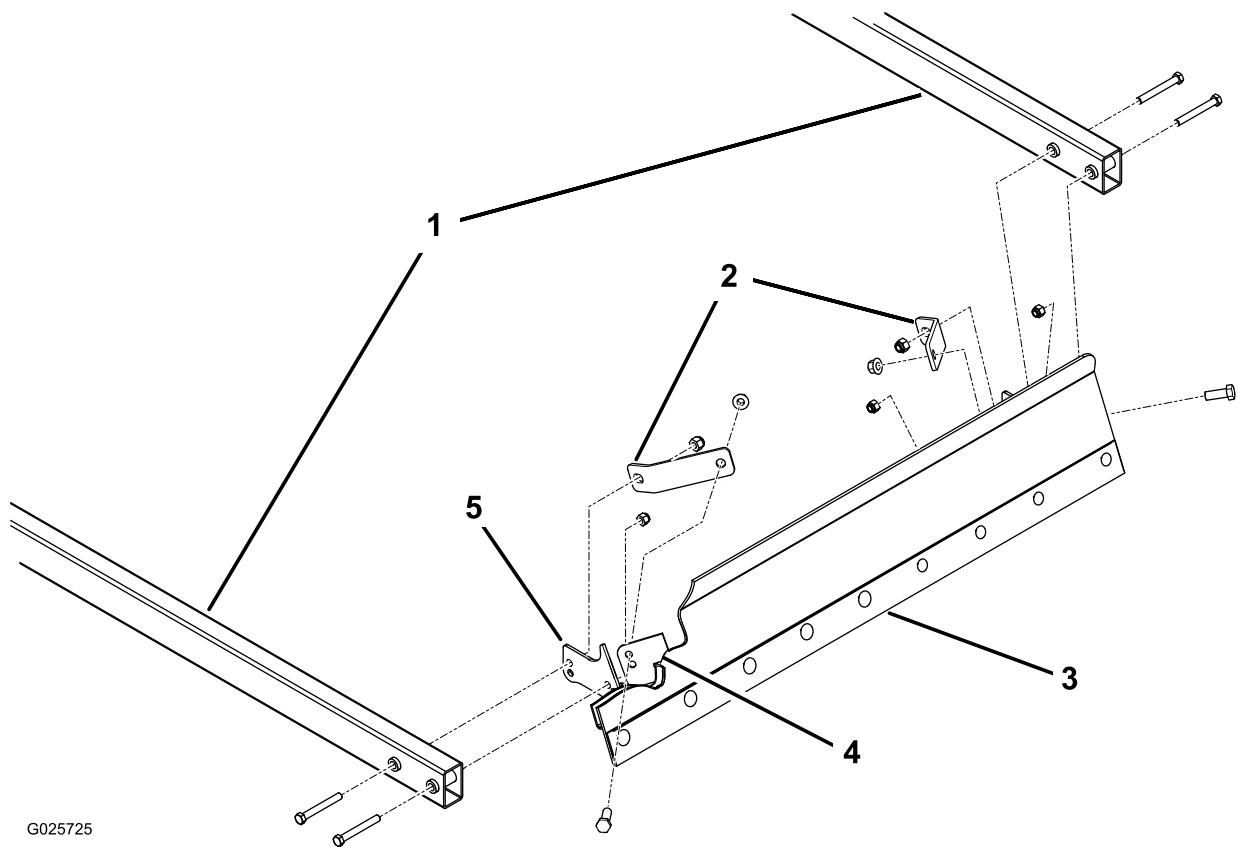

Рисунок 12
2. **Примечание:** Расположите соединительные плиты, как показано на Рисунок 12.
2. Прикрепите, не затягивая, переднюю часть подъемных рычагов к монтажным кронштейнам отвала и соединительным плитам при помощи 4 болтов ($\frac{3}{8}$ x 3 дюйма) и 4 контргаек ($\frac{3}{8}$ дюйма); см. Рисунок 12.
Примечание: Использование верхних монтажных отверстий в монтажных кронштейнах отвала сделает работу отвала более интенсивной (Рисунок 12).
3. Установив отвал на горизонтальной поверхности, затяните крепежные компоненты, соединяющие подъемные рычаги с отвалом (Рисунок 12).